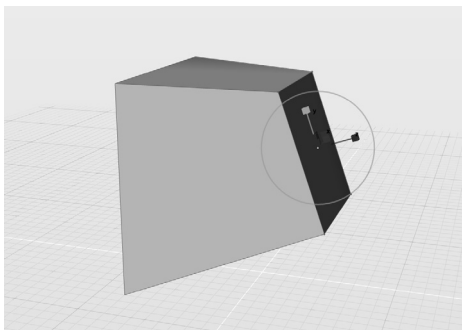

图 6-17 面转换默认基于局部坐标轴
3) 按照提示，可以直接拖动，或使用“平移”“旋转”“缩放”工具对面进行操作。这里需要注意的是，针对某个多边形面进行转换操作（平移、旋转、缩放），默认基于该多边形面的局部坐标轴，如图 6-17 所示。